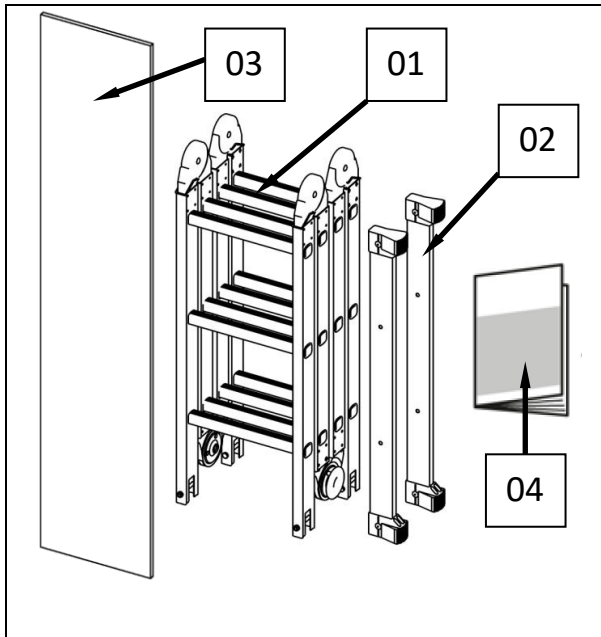

Abbildung 3: Lieferumfang Sechsgelenkleiter als Behelfsgerüst Typ 981-6
- 1 x Sechsgelenkleiter Typ 981-6 → Abbildung 3, Pos 01
- 2 x Traverse → Abbildung 3, Pos 02
- 1 x Trittauflage → Abbildung 3, Pos 03
- 1 x Bedienungs- und Nutzungsanleitung → Abbildung 3, Pos 04